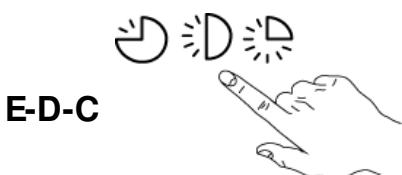

Fig.15
- 4- Selezionare il ciclo di lavaggio premendo il TASTO "C", "D" o "E".(Fig.15)